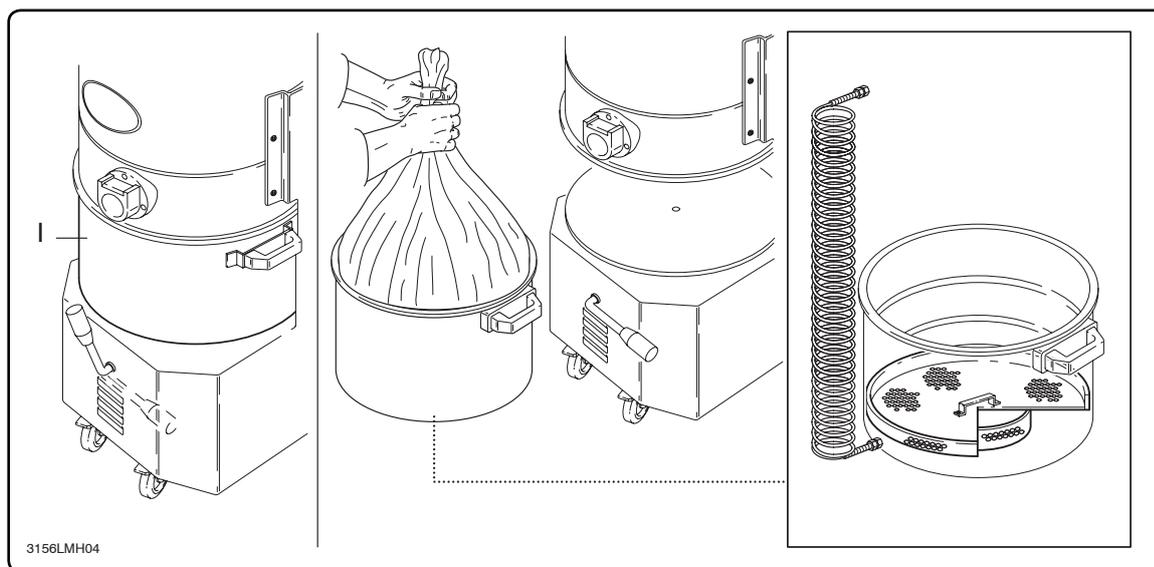

Fig. 8
- Sganciare il contenitore polveri "I" (Fig. 8), sfilarlo e svuotarlo.
- Release the container "I" (Fig. 8), then remove and empty it.
- Décrocher la cuve à poussières "I" (Fig. 8), la sortir et la vider.
per la raccolta polveri si può usare un sacco di plastica adeguato al tipo di polvere raccolta (nostro codice 40100) (vedere Fig. 8). In questo caso la macchina deve essere dotata di accessori opzionali (depressore e griglia - Fig. 8).
a plastic liner (our code 40100) can be used to collect dust (see Fig. 8).
In this case, the machine must be equipped with optional accessories (grill and depressor - Fig. 8).
pour la récolte des poussières on peut utiliser un sac en plastique adapté au type de poussière recueillie (notre code 40100) (voir Fig. 8). Dans ce cas la machine doit être dotée des accessoires en option (dépressueur et grille - Fig. 8).
zur Staubaufnahme kann ein zur Staubklasse passender Plastikbeutel benutzt werden (unser Code 40100) (siehe Abb. 8). In diesem Fall muss das Gerät mit Zubehör ausgestattet sein (Vakuumpumpe und Gitter - Abb. 8).